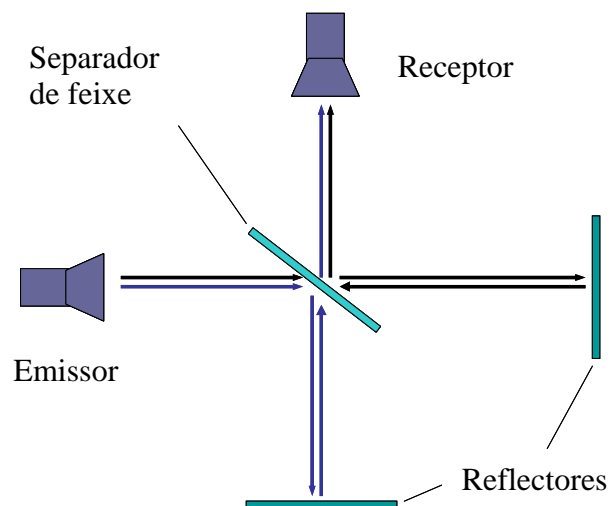

Figura 1.1: Representação esquemática de um interferómetro de Michelson.
Num interferómetro de Michelson, um separador de feixe envia uma onda electromagnética (EM) ao longo de dois caminhos distintos. Depois de reflectidas, o mesmo separador volta a recombinar as ondas, resultando daí um padrão de interferência devido à sua sobreposição. A Figura 1.1 ilustra a montagem experimental de um interferómetro de Michelson. A onda incidente viaja entre o emissor e o receptor por dois caminhos diferentes. As duas ondas sobrepõem-se e interferem no receptor. O sinal detectado no receptor depende da diferença de fase entre as duas ondas, a qual pode ser variada mudando a diferença entre os caminhos ópticos.